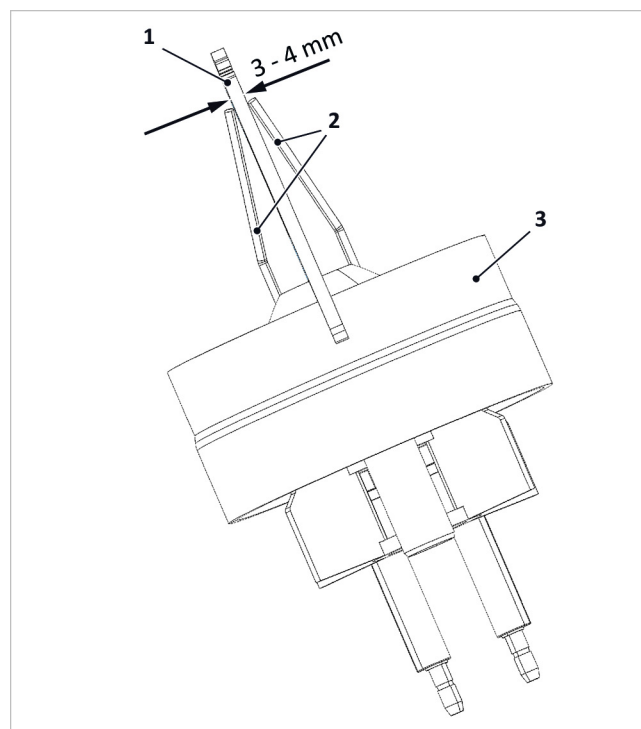

Abb. 146: Abstand Zündelectroden prüfen
3. Abstände der Elektroden wie in → Abb. 146 gezeigt kontrollieren, ggf. durch Biegen korrigieren.